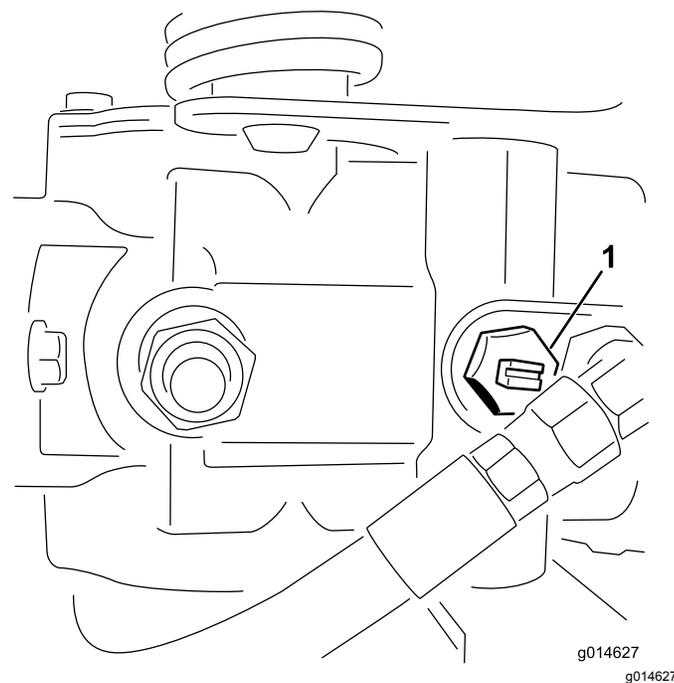

Рисунок 26
2. Перед запуском двигателя закройте перепускной клапан, повернув его так, чтобы паз находился в горизонтальном положении (Рисунок 26).
1. Найдите на насосе перепускной клапан и поверните его так, чтобы паз был вертикален (Рисунок 26).